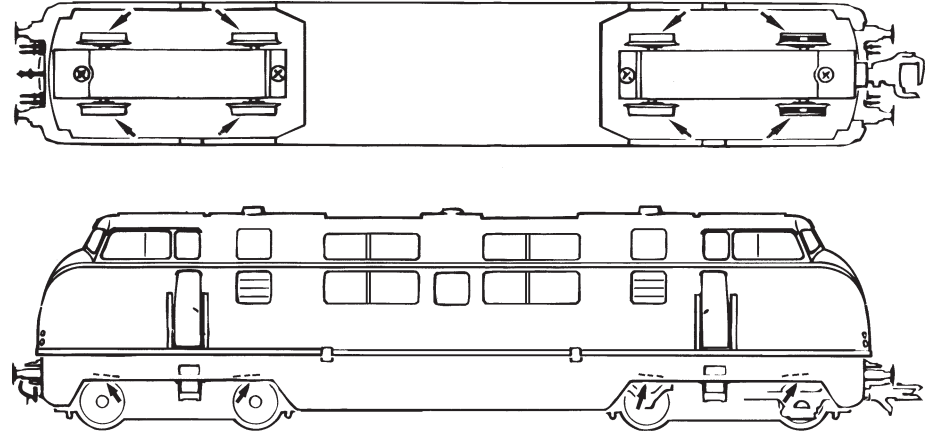

Fig. 4
Mehrzugbetrieb: Zuerst das Lokgehäuse abnehmen (Fig. 4). Danach den Brückenstecker aus der Schnittstelle entfernen (sorgsam aufbewahren). Zuletzt den Stecker des Steuerbausteins lagerichtig einsetzen (Fig. 6).
2. Schmierung: Versehen Sie die im Schmierplan in Fig. 7 gekennzeichneten Stellen mit nur **kleinen Öltropfen**. Dazu zuerst das Lokgehäuse abnehmen (Fig. 4). Wir empfehlen den ROCO **Öler Art.-Nr. 10906**. Fürs Schmieren der Getriebeteile (Zahnräder, Schnecke) empfehlen wir das ROCO-**Spezialfett Art.-Nr. 10905**. Im Falle der Schmierung diese Teile **nicht ölen**.
4. Kohlebürstenwechsel: Zuerst das Lokgehäuse abnehmen (Fig. 4). Danach wird der Motor ausgebaut (Fig. 8) und die Kohlebürsten ausgetauscht.
2. Graissage: N'appliquez **qu'une toute petite goutte** aux endroits indiqués par le plan de graissage (fig. 7) après avoir démonté la caisse de la locomotive (fig. 4). Nous vous recommandons **le graisseur à huile Roco réf. 10906**. Pour graisser les engrenages (roues dentées, vis sans fin) nous vous conseillons la **graisse spéciale Roco réf. 10905** pour engrenages en matières synthétiques. Lorsque vous utilisez cette graisse il faut éviter d'huiler ces composants.
4. Remplacement des balais du moteur: Dé- montez la caisse (voir fig. 4). Sortez ensuite le mo-teur de son longement (voir fig. 8) et échangez finalement le balais.
2. Lubrication: Apply **tiny oil drops** to spots marked in fig. 7. Prior to lubrication dismantle locomotive (fig. 4). We recommend using item no. **10906, Roco oiler**. For lubrication the gear-parts (e.g. cog-wheels, worm) we would recommend our Roco **special grease** (item no. **10905**).
4. Carbon brush Changing: First remove loco body (fig. 4), and then the motor (fig. 8).